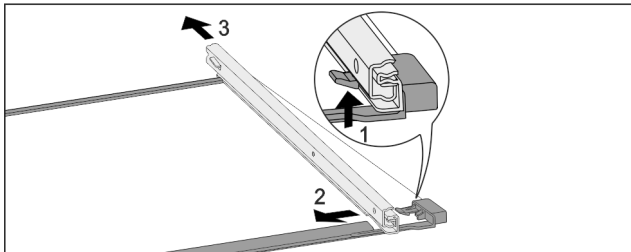

Fig. 133 Skleněná deska s kolejničkami
- ▶ Přední aretační háček zatlačte nahoru. Fig. 133 (1)
- ▶ Výsuvnou kolejničku vysuňte stranou Fig. 133 (2) a dozadu Fig. 133 (3).